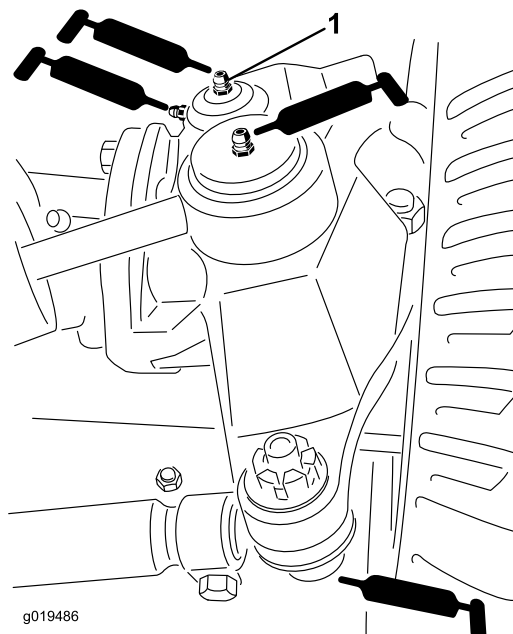

Figure 45
- Bielle d'essieu arrière (2) (Figure 45).
- Rotules de vérin de direction (2) (Figure 45).
- Bagues de pivots de fusées (2) (Figure 45). **Le graisseur supérieur du pivot de fusée ne doit être lubrifié qu'une fois par an (2 injections de graisse).**